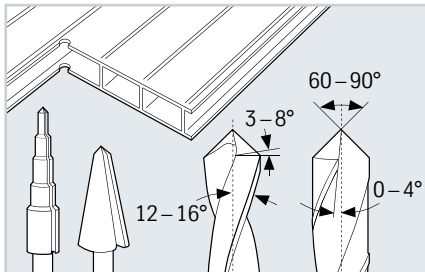

Abb. 11
- bei Eckaussparungen und Kurvenschnitten vorher ein Loch für die Stichsäge (ohne Pendelhub) bohren (Abb. 11).